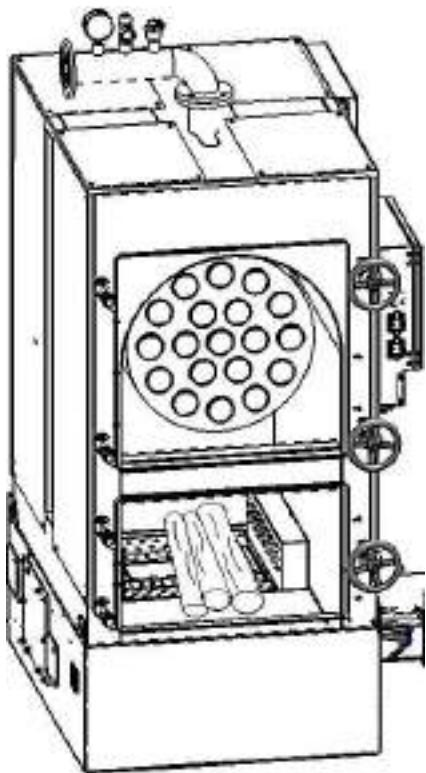

Рис. 29
3.2.1 Закрыть чашу горения крышкой. Положить дрова в топку. (см рис. 29).